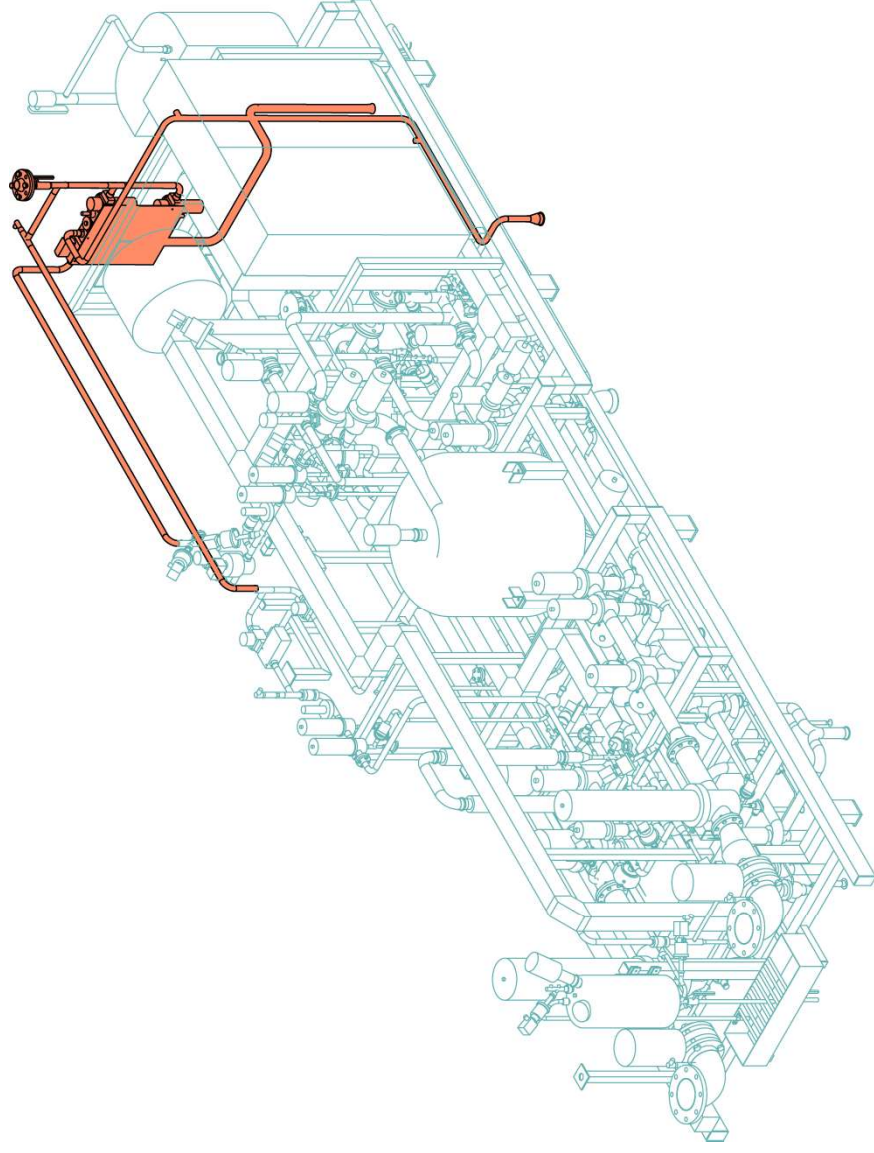

Bild 6-56
- Luftaufbereitung (Bild 6-56)